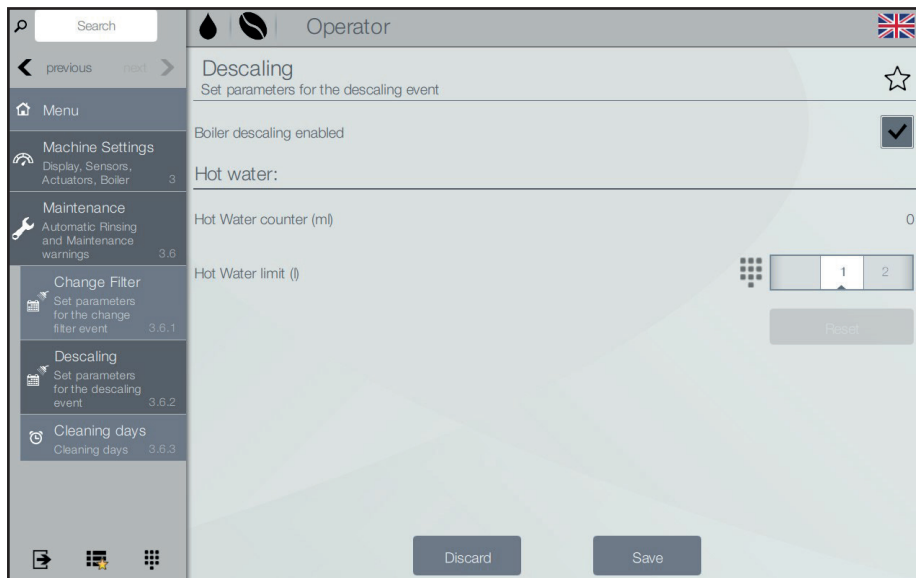

Bild 6.13 - Avkalkning
- Aktivera avkalkningsfunktionen, om du föredrar en avkalkning av tanken och annan utrustning med jämna mellanrum (bild 6.13).